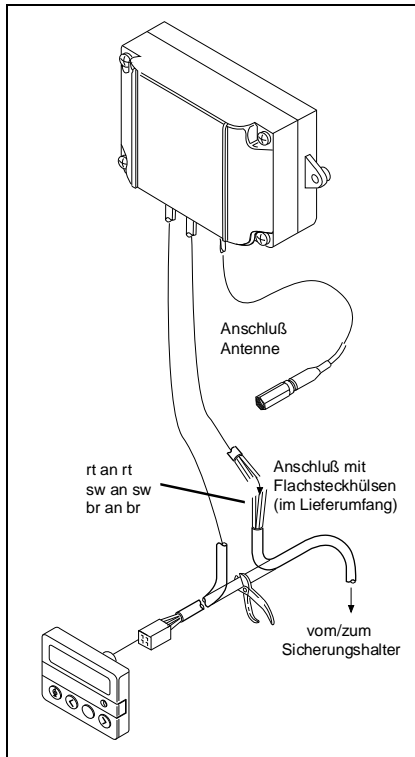

Bild 23: Anschluß Empfänger T6
- Existierenden Kabelbaum zur Vorwählur durchtrennen. Das abgeschnittene Ende mit Stecker aussondern (siehe Bild 23).